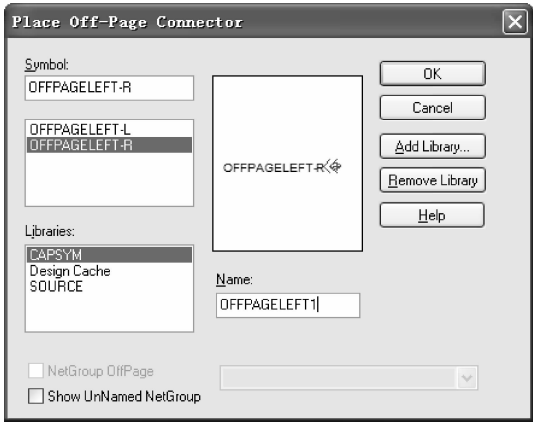

图 6-30 “Place Off – Page Connector（放置页间连接符）”对话框
- 1. 选择菜单栏中的“Place（放置）”→“Off – Page Connector（页间连接符）”命令或单击“Draw（绘图）”工具栏中的“Place off – Page connector（放置页间连接符）”按钮, 弹出如图 6-30 所示的“Place Off – Page Connector（放置页间连接符）”对话框。